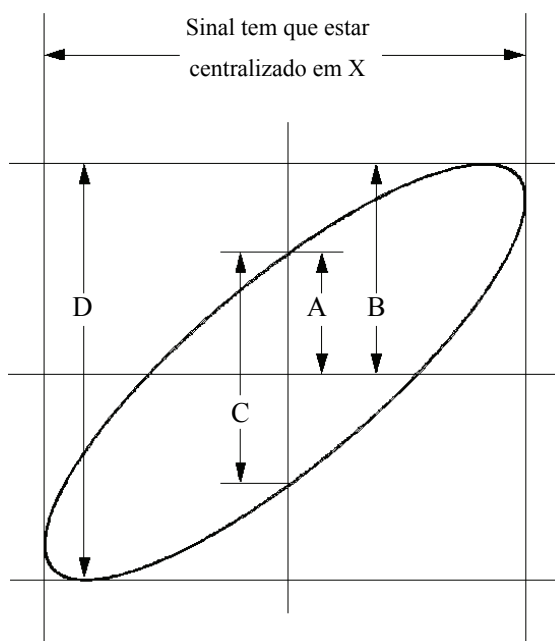

Figura 3-6
9. Aplique o método da elipse para observar a diferença de fase entre os dois canais (vide Figura 3-6).